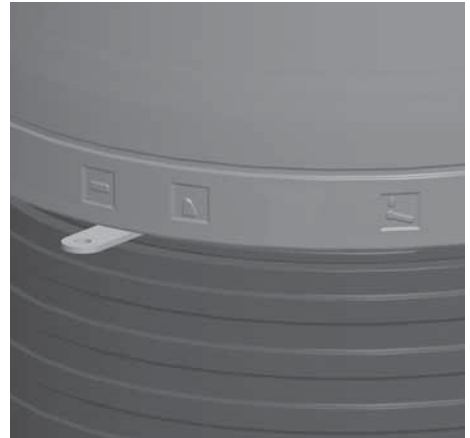

Abb. 4.11 Verbrennungsluftschieber ganz nach links geschoben - Verbrennungsluft komplett geschlossen
- legen Sie 2 Stücke einer passenden Anzündhilfe (z.B. LEDA FeuerFit) in den Halter auf dem Aschekasten - siehe Abb. 4.11,